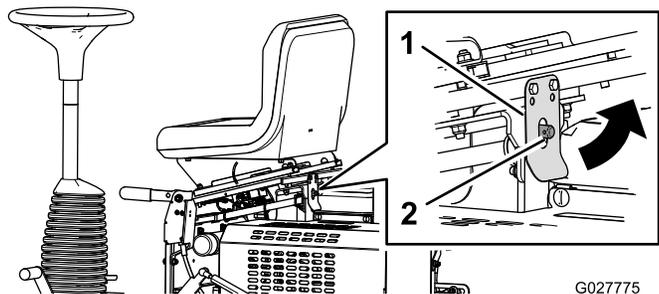

Figura 20
- Puxe o trinco do banco e incline o banco para a frente (Figura 20).